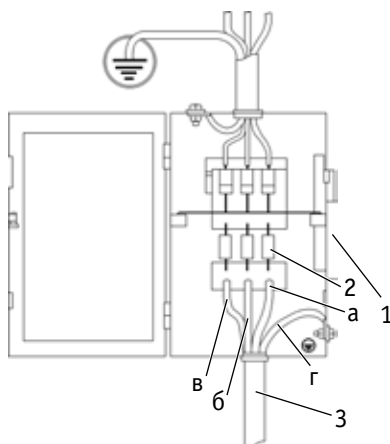

Рисунок 8.4. Схема подключения к сети TESH TIG 250 P AC/DC (E102), TESH TIG 315 P AC/DC (E103).
1. Подсоедините сетевой кабель к электросети с требуемыми параметрами. Проверьте надежность соединения кабеля и сетевой розетки (см. рис. 8.4).